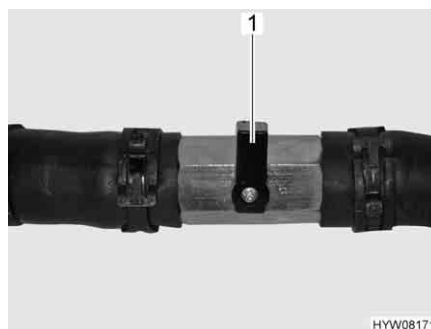

Fig. 104 Rubinetto chiuso
- Posizionare la leva (Fig. 104,1) verticalmente rispetto alla tubazione (Fig. 104).